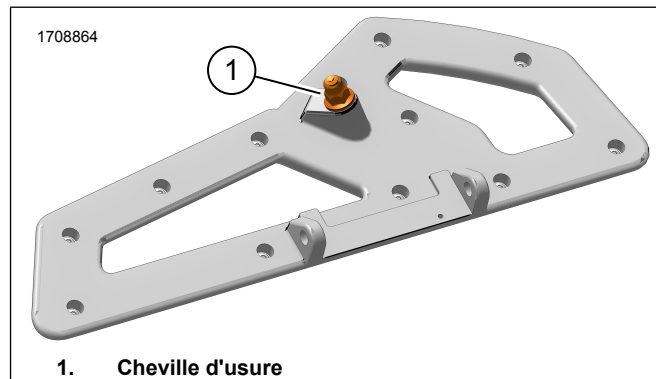

Figure 3. Cheville d'usure du marchepied (typique)
1. Figure 3 Retirer la cheville d'usure existante (1) du marchepied.
2. Appliquer 2 ou 3 gouttes de frein-filet sur les filets de la **nouvelle** cheville d'usure (1) et l'installer.